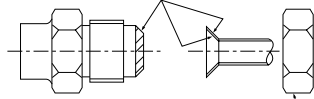

Fig. 4-1
4.2. Sezione interna (Fig. 4-1)